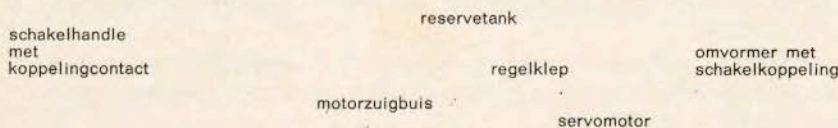

Fig. 4
1.2 Werking van de schakelkoppeling (fig. 4)
steld. Deze regelt de verbinding tussen de motorzuigbuis en de servomotor. De genoemde delen zijn afgebeeld in fig. 4.